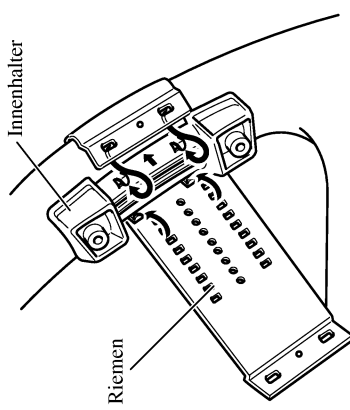

Abb. 7
1. Den Innenhalter mit dem Riemen am Innenkreis des Lenkrads anbringen. (Abb. 7)